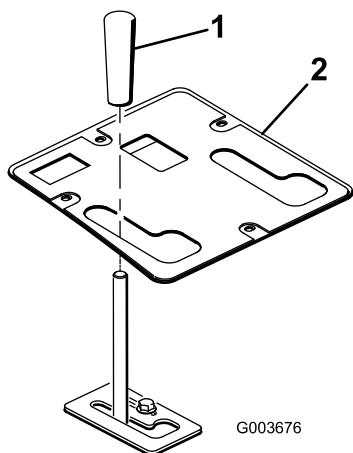

図 26
11. 前に取り外した留め具を使って、コントロールパネルを所定の位置に固定する(図 26)。
12. リフトレバーにノブを取り付ける(図 26)。